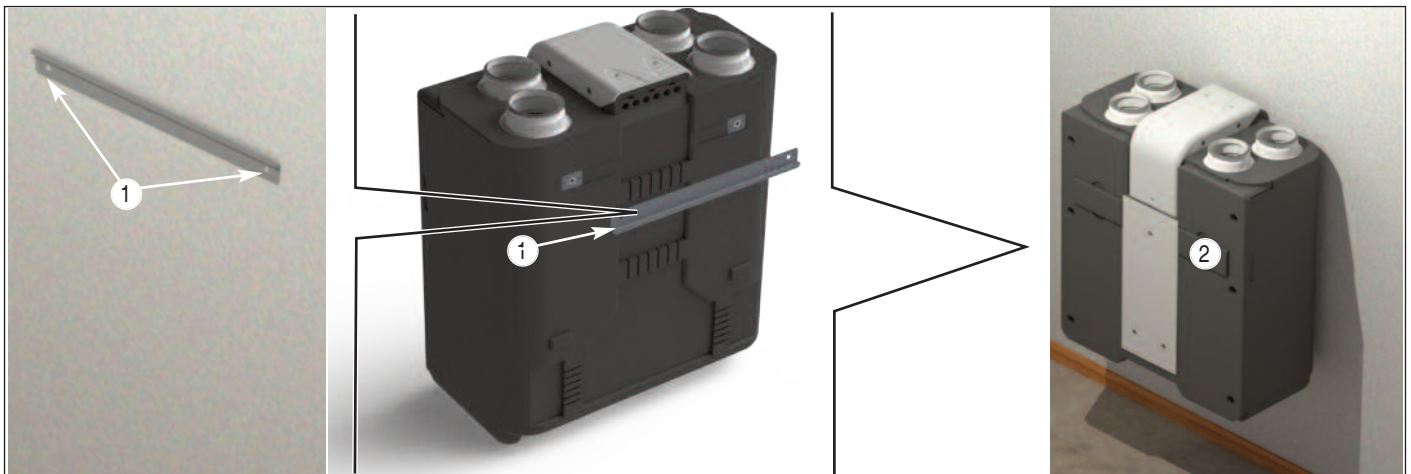

fig. 4
- Inserire nella parete i tasselli di tenuta (a cura dell'utente) e fissare la staffa al muro, orientandola con i fori verso il basso (1 fig. 4).
- Agganciare l'Unità (2 fig. 4) alla staffa a parete, facendo riferimento alle scanalature presenti.
- Inerts on wall dowels (not supplied) and lock mounting bracket with holes in lower position (1 fig. 4).
- Attach unit (2 fig. 4) on mounting bracket following grooves.